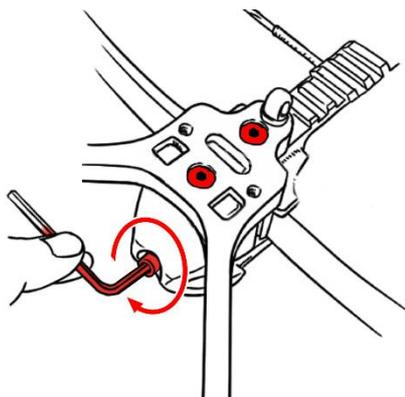

Рис.8
9. После установки стремени убедитесь, что плечи находятся точно по центру корпуса арбалета, затем затяните центральный болт (Рис.8).